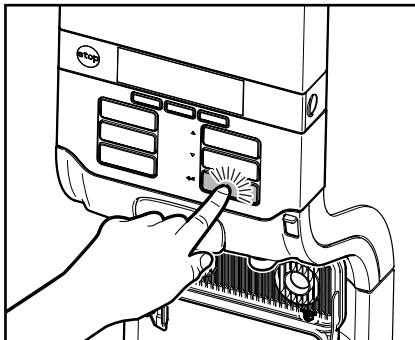

Рис. 46
4. Нажмите кнопку ввода **←**, чтобы подтвердить вложение чистящей таблетки (Рис. 46).